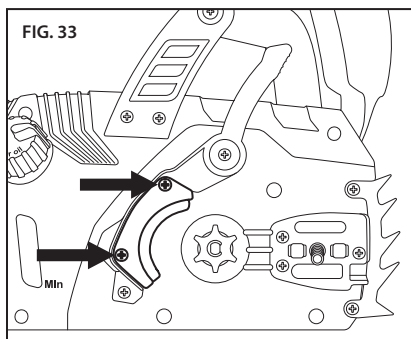

FIG. 33
- Quite los dos tornillos que sostienen la piedra de afilar (Fig. 33).